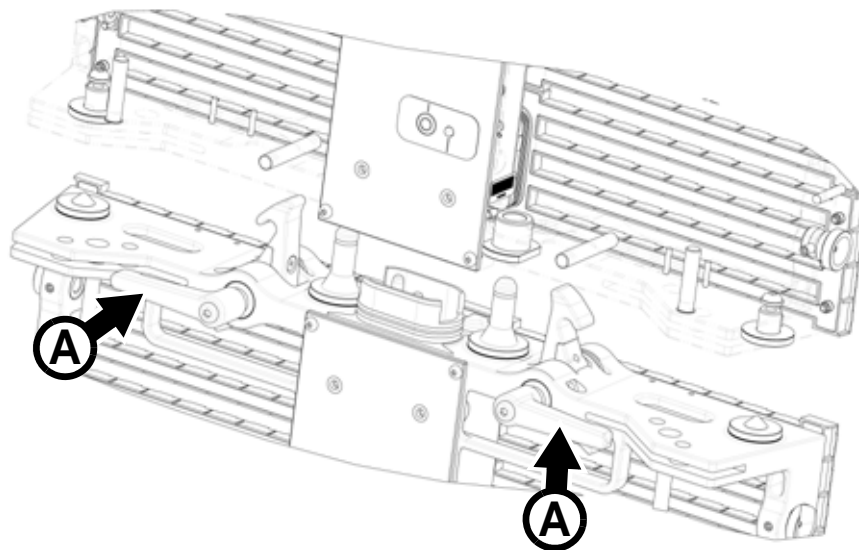

Bild 8: Verriegelungen vor der Montage (Teilansicht)
2. Die Verriegelungen **A** müssen vollständig geöffnet sein (siehe Bild 8).